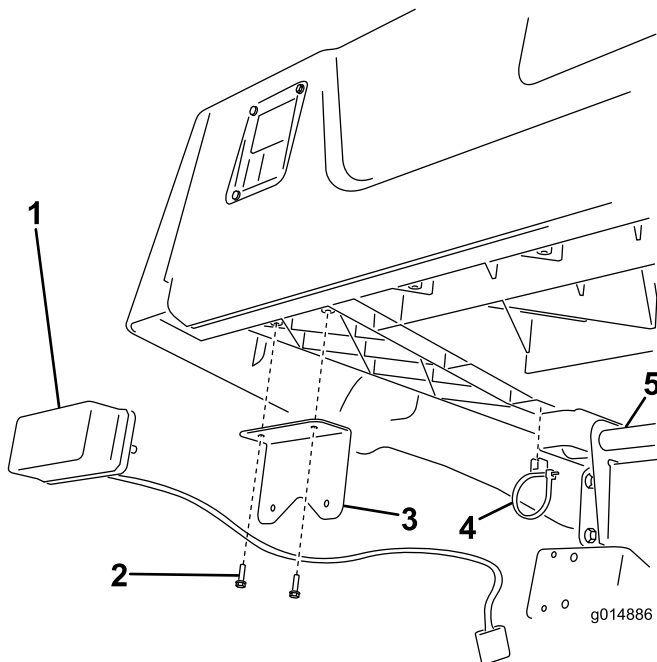

Figura 14
1. Instale cada soporte de luz en la plataforma usando 2 tornillos (Nº 10-3/4 pulgada) (Figura 14).
2. Monte las luces traseras en los soportes, con las luces de color ámbar orientadas hacia el exterior de la máquina (Figura 14).
3. Coloque clips con sujetacables a presión en los nervios de cada lado de la plataforma, según se muestra en (Figura 14).
4. Pase los cables de las luces a través de los sujetacables con clip y por encima del tubo de giro de la plataforma (Figura 14).